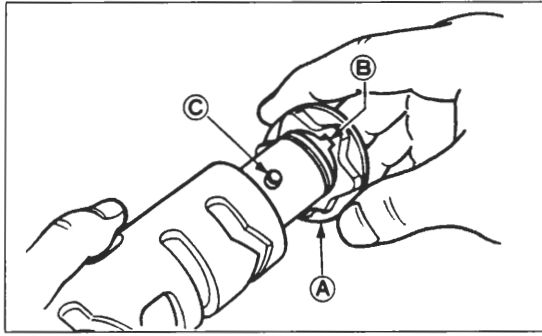

Bild 284 ►
- Schaltwalze, Schaltwalzenanschlag und Sprengringe einbauen (Bild 284).